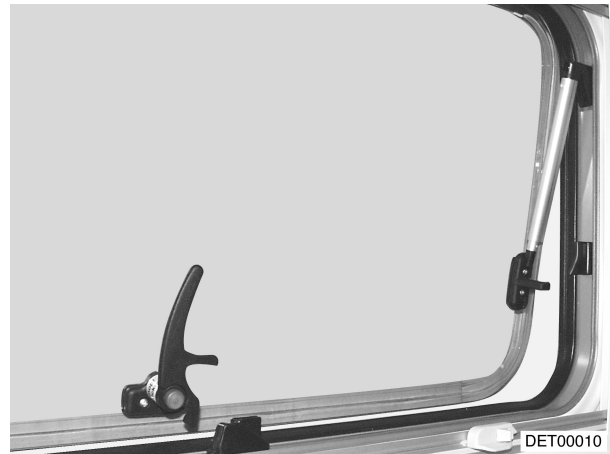

Bild 32 Ausstellfenster, Teleskopschiene (Variante 2)
- Ausstellfenster bis zur gewünschten Raststellung öffnen; Teleskopschiene (Bild 32) rastet selbstständig ein.